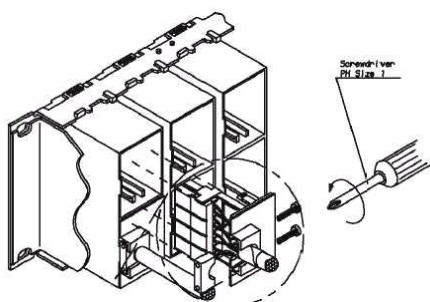

Figure 8a / Abbildung 8a (only / nur 1394574-1)
**Note:** Patch panel PN 1394574-1 has dual housings to accept two edge connectors. Insertion of the edge connector and mounting of the cable clamps as detailed shown in figure 8a). Do not remove shielded housings from metal frame.
**Anmerkung:** Das Verteilfeld PN 1394574-1 beinhaltet Doppelgehäuse, in die jeweils zwei Randsteckverbinder montiert werden. Die Einführung der Randsteckverbinder und die Zugentlastung erfolgt ähnlich und ist um 90 Grad gedreht (siehe Abb.8a). Geschirmte Gehäuse nicht aus dem Panelrahmen entfernen.